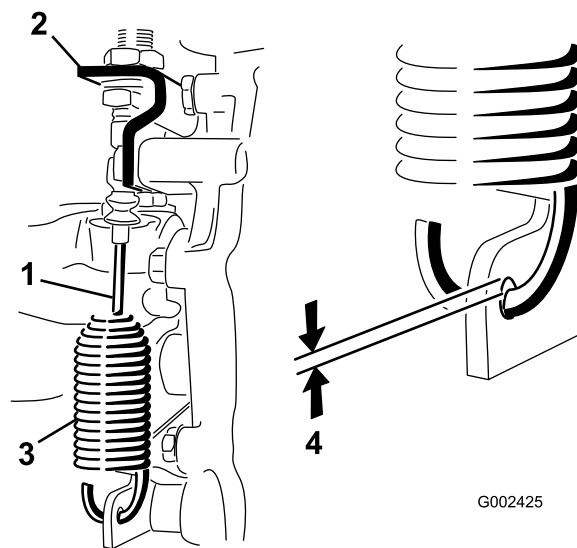

Figura 56
2. Afloje las contratuercas que sujetan el cable de bloqueo del diferencial al soporte del transeje (Figura 56).